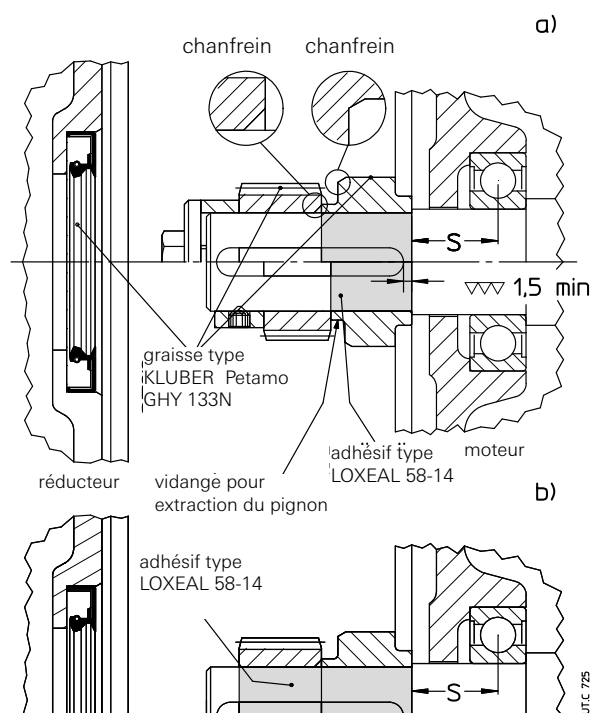

Fig. 7.3.1
– s'assurer que les moteurs aient les roulements et les porte-à-faux (cote S voir fig. 7.3.1) selon le tableau 7.3.1.